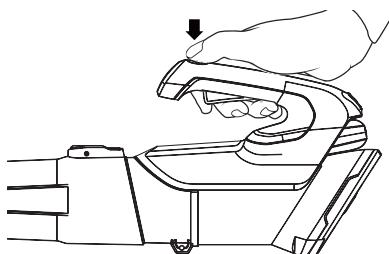

Abb. 6
- Mit einem kurzen Druck auf die Taste für maximale Geschwindigkeit können Sie zwischen Hochgeschwindigkeits- und Maximalgeschwindigkeitsmodi wechseln. (Abb. 6)